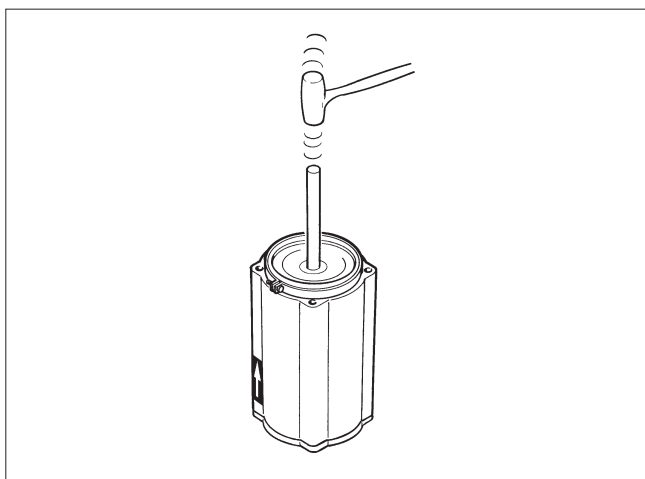

Fig. 19 Placera kolven i cylindern
- Hamra eller tryck in kolven i cylindern genom spänningen. Observera indikatorpilens riktning. Se fig. 19.
- Montera nya O-ringar för cylinderbasen (19). Byt ut cylindern mot kolven.
- Applicera tätningsmedel, till exempel Loctite 225, på gängan till lagerenhetens skruv (29) och dra åt skruven i enlighet med tabell 2 innan den monteras på cylinderbasen.